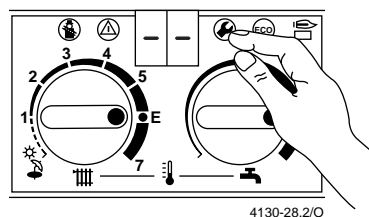

Fig. 59
- Premere il pulsante di servizio fino a quando sul display appare il simbolo „-“ (fig. 59).